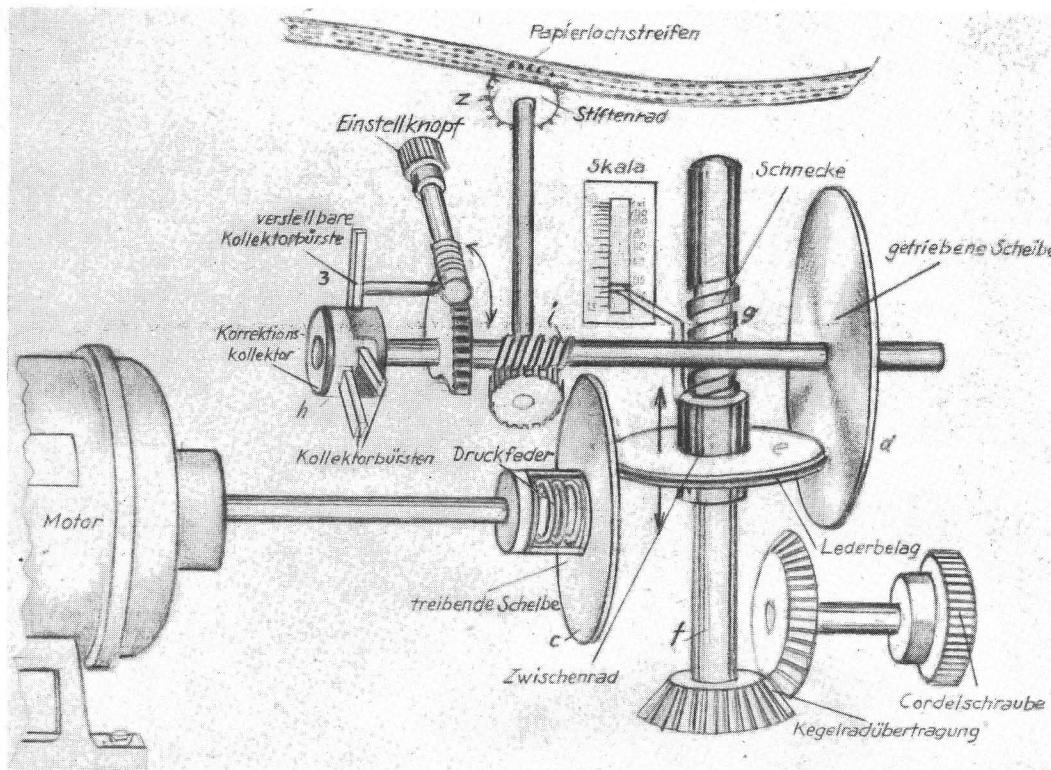
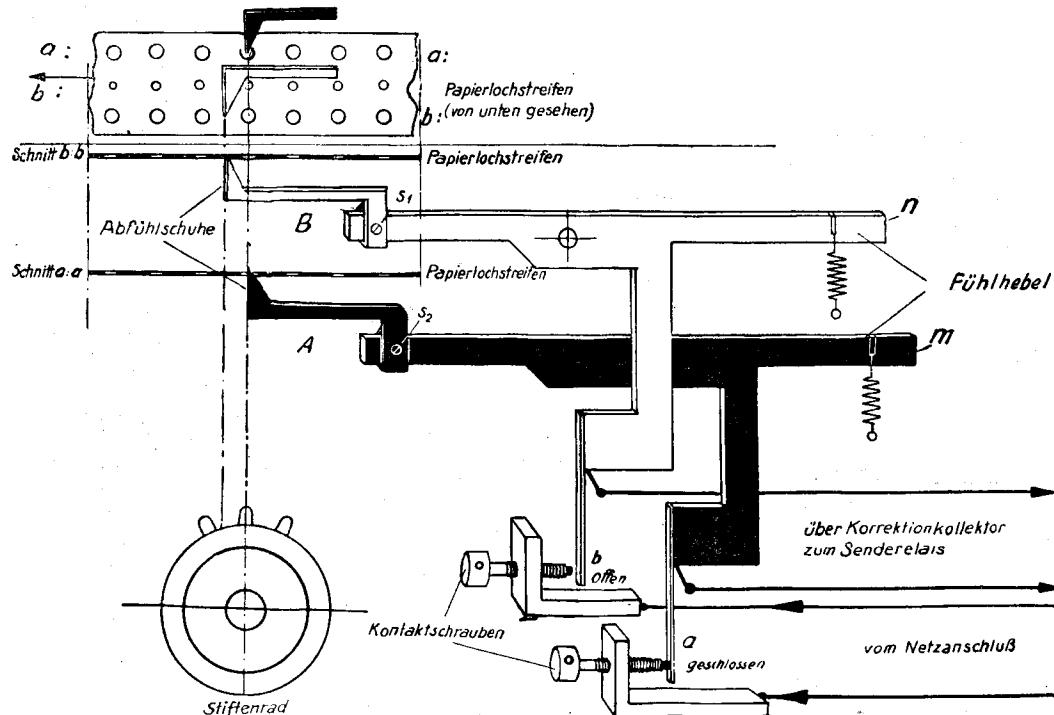
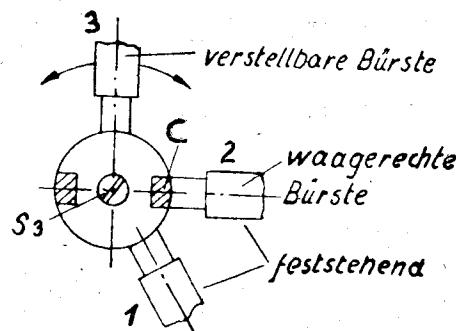

Abb. 3: Schematische Darstellung des Reibungsgtriebes
Abb. 5: Abtastung der Morsezeichen
Abb. 10: Bürsteneinstellung am Korrektionskollektor
Zu 2) Der Antriebmotor, für 220 Volt Wechselstrom gewickelt, ist mit einem Reibungsgetriebe gekuppelt. Durch Drehen einer an der Stirnseite des Gerätes befindlichen Kordelschraube (langsam — schnell) wird die gewünschte Wortgeschwindigkeit eingestellt (siehe Abb. 3).
Zu 3) Das Reibungsgtriebe (s. Abb. 3) besteht aus 2 runden Scheiben c, d, deren Achsen übereinander angeordnet sind, und einem Zwischenrad e mit Lederbelag. Beim Regeln wird dieses Zwischenrad über eine Kegelradübersetzung f und eine Schnecke g in senkrechter Richtung bewegt, wodurch sich seine Umfangsgeschwindigkeit ändert. Gleichzeitig gleitet ein Zeiger über die am Gerät oben links befindliche Skala, an der die eingestellte Sendegeschwindigkeit ablesbar ist. Zur Erzielung der erforderlichen
- Zu 5) Der Korrektionskollektor steuert das Senderelais. Er besteht aus zwei sich gegenüberliegenden Metallsegmenten (siehe Abb. 3), die bei jedem Transportschritt des Lochstreifens eine Umdrehung ausführen. Durch diese Anordnung werden:
Das Stiftenrad (Transportrad für den Lauf des Papierstreifens) und der Korrektionskollektor werden über das Reibungsgetriebe vom Motor angetrieben (siehe Abb. 3). Der zweireihig gelochte Sendestreifen läuft über die Kontakteinrichtung (Abb. 5). Sobald der
Die Kollektorbürste 3 (siehe Abb. 3) läßt sich während des Betriebes durch Drehen des Knopfes über der Kontakteinrichtung verstellen. Beim Drehen im Uhrzeigersinn wird eine Verlängerung des Zeichenstromes bei entsprechender Verkürzung des Trennstromes, in umgekehrter Richtung eine Verkürzung des Zeichenstromes und Verlängerung des Trennstromes erreicht. Dadurch ist eine schnelle Anpassung an die jeweiligen Betriebserfordernisse (Morsezeichen länger oder kürzer) möglich.
- 5) Zum Einstellen der Kontaktsschrauben einen ungelochten Streifen in die Kontakt-einrichtung einlegen, Führungrolle herunterklappen. Die Kontaktsschrauben sollen dann 0,1 mm Abstand von den gegenüberstehenden Kontaktfedern haben (s. Abb. 5).
- 9) Zu dem bereits auf Mitte Loch eingestellten hinteren Fühlshuh B den Kollektor so einstellen, daß das Segment c genau unter der waagerechten Bürste steht (Abb. 10). Dabei muß ein Stift des Stiftenrades senkrecht stehen (siehe Abb. 5).